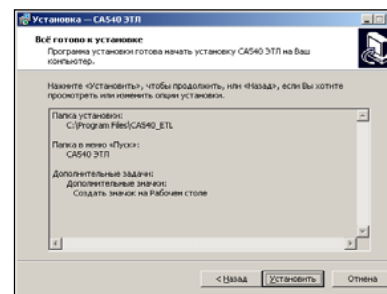
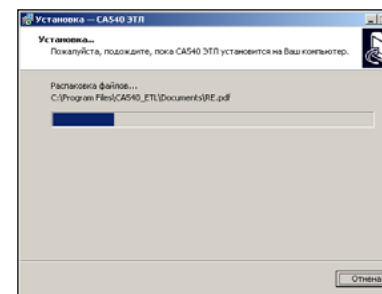

Рисунок 8.5
Рисунок 8.6
5) На экране появится окно (рисунок 8.5). Для продолжения нажмите `Установить`. На экране появится окно, демонстрирующее динамику процесса установки программы (рисунок 8.6).